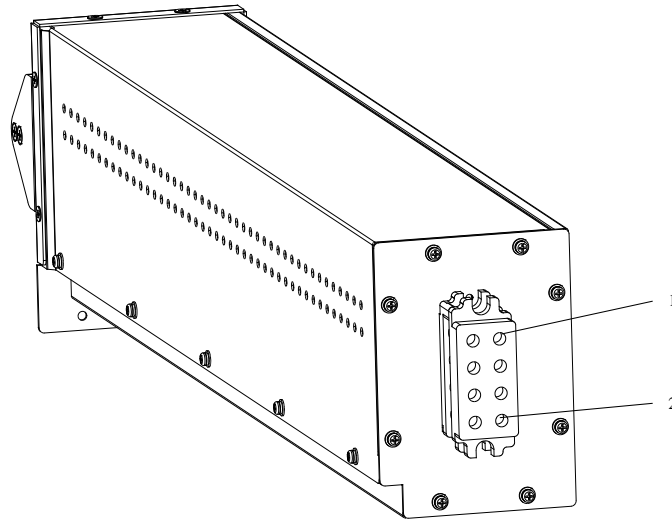

Fig. 2-1: Caja de la batería
- La tensión entre los puntos 1 y 2 (Fig. 2-1) puede superar los 150 V CC, por lo que no deben tocarse
- Compruebe si la tensión de la batería entre 1 y 2 (Fig. 2-1) es superior a 125 V y la polaridad es correcta.
- La tensión de la batería entre 1 y 2 (Fig. 2-1) es superior a 130 V.